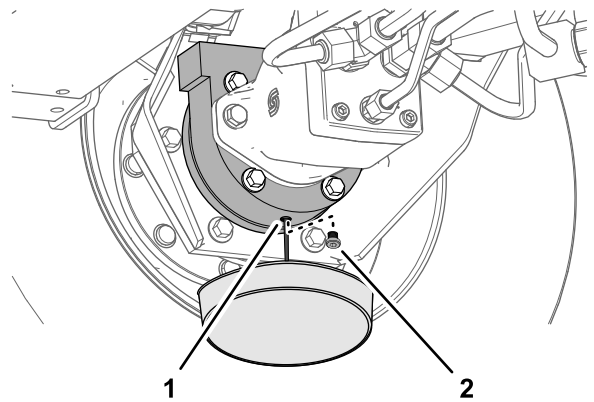

Figure 76
6. Placez un bac de vidange sous le carter de frein, enlevez le bouchon de vidange et vidangez toute l'huile (Figure 76).